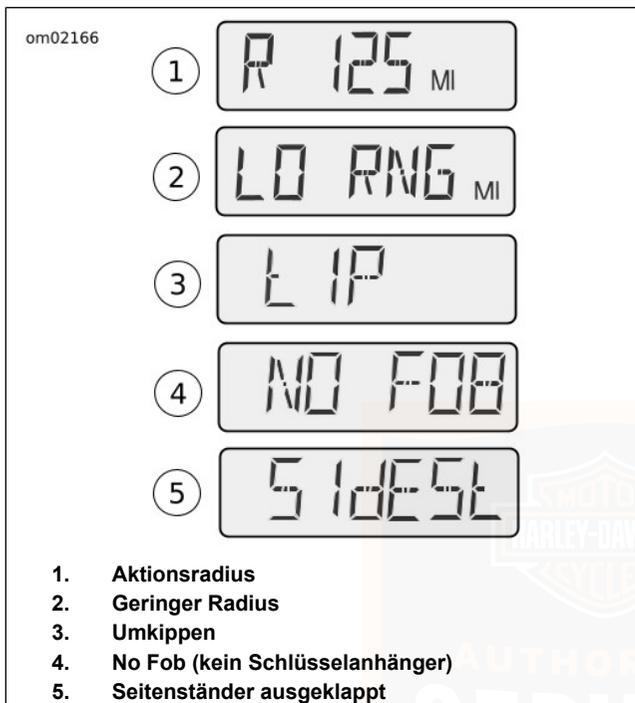

Abbildung 19. Kilometerzähler-Anzeigefenster
Siehe Abbildung 19. Die Aktionsradiusanzeige (1) zeigt die ungefähre Kilometerstrecke an, die mit dem derzeitigen Tankinhalt noch gefahren werden kann.
Siehe Abbildung 19. Wenn die verbleibende Reichweite auf 10 km oder 10 mi geschrumpft ist, erscheint als Aktionsradiusanzeige „LO RNG“ (geringe Reichweite) (2), um darauf hinzuweisen, dass der Kraftstoff bald vollständig aufgebraucht sein wird.
Siehe Abbildung 19. Sollte das Motorrad umkippen, wird in der Displayanzeige „tip“ (3; „umgekippt“) eingeblendet. Der Motor kann erst nach dem Zurücksetzen wieder gestartet werden.
Siehe Abbildung 19. Falls das Motorrad mit einem Sicherheitssystem ausgestattet ist und weggefahren wird, ohne den Schlüsselanhänger mitzunehmen, erscheint auf der Kilometeranzeige vorübergehend „NO FOB“ (4) (kein Schlüsselanhänger).
Siehe Abbildung 19. Bei internationalen Modellen (HDI) wird die Meldung „SidE StAnd“ (5) eingeblendet, wenn bei ausgeklapptem Ständer ein Gang eingelegt wird. Siehe BEDIENUNGSELEMENTE UND KONTROLLLEUCHTEN > STÄNDERSPERRE: INTERNATIONALE MODELLE (Seite 72).